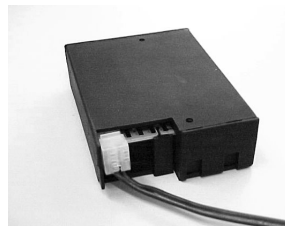

fig. 7
- Sluit de snoeren aan op de connectoren van het gasregelblok. De stekkers hebben verschillende maten en corresponderen met de connectoren op het gasregelblok (fig. 7).